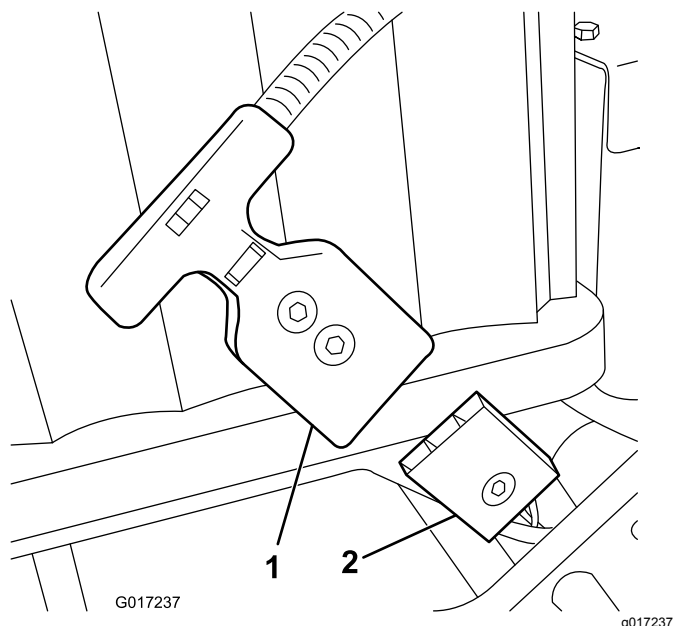

Рисунок 16
можно сначала подсоединить жгут проводов к аккумуляторной батарее, а затем установить аккумуляторную батарею на машину. Отсоедините главный разъем питания (Рисунок 16) от основания аккумулятора. Установите разъем на аккумулятор согласно описанию. Установите аккумуляторную батарею на основание, проложив прилагаемый жгут проводов через соответствующее отверстие, затем прикрепите главный разъем питания к основанию аккумуляторной батареи, используя ранее снятые крепежные детали.
16. Подсоедините разъем с Т-образной рукояткой главного жгута проводов машины к главному разъему питания на основании аккумулятора (Рисунок 16).